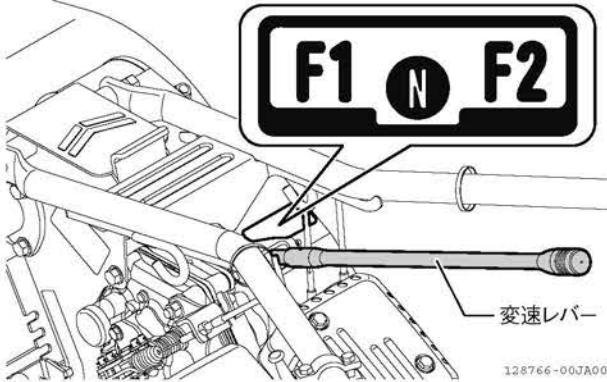

図 2-29 変速レバー
1. 変速レバーを「F1（作業）」、「F2（移動）」、のいずれかの位置にします。（図 2-29）